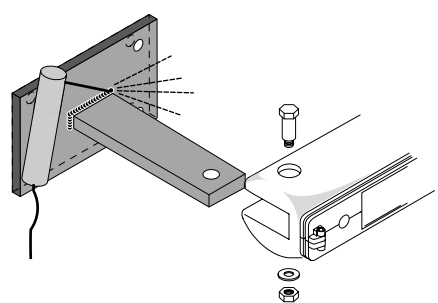

Fig. 5
- Montare il pistone sulla staffa di coda [11] (fig. 5).